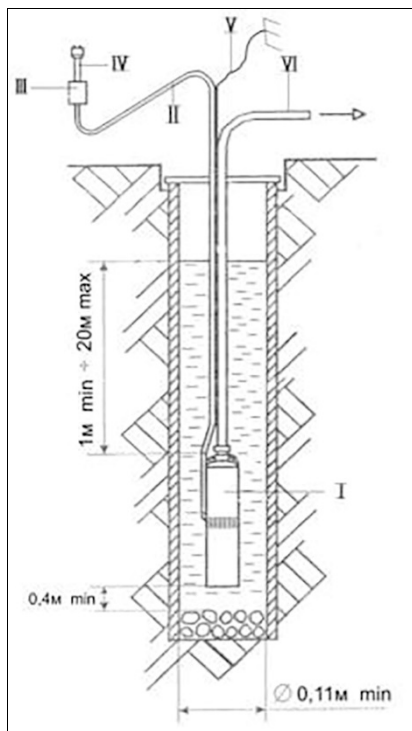

Рисунок 5
7.2. Монтаж насоса в скважину или колодец (Рис. 5)